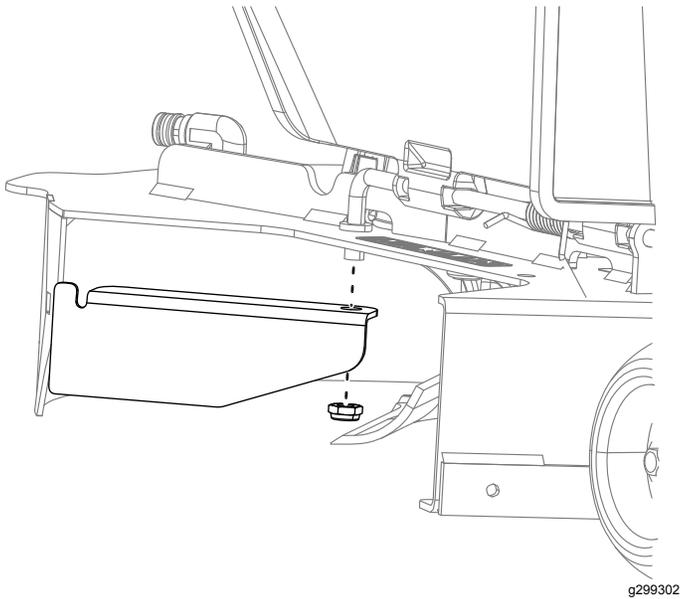

Figure 19
2. Montez le petit déflecteur neuf sur le plateau de coupe à la place du déflecteur que vous venez de déposer (Figure 19).